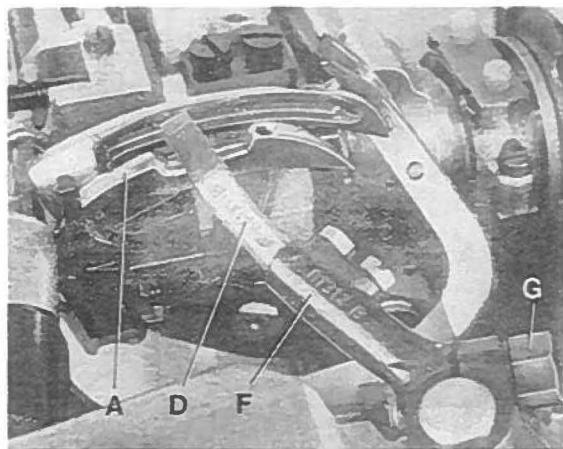
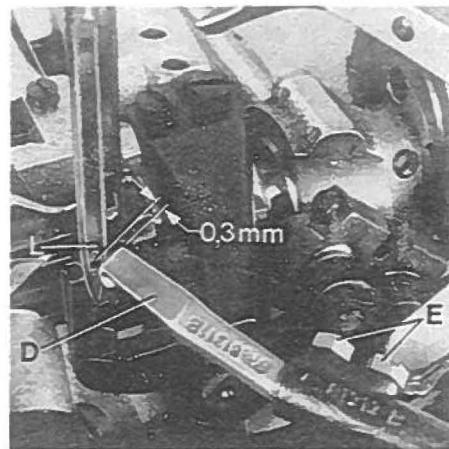

Fig.14
Fig.15
When rotating the handwheel in sewing direction cross looper (O, Fig. 14) should swing as close as possible in the recess behind the eye over the double locked stitch looper (A) without contacting it.
At the left end of its swing motion cross looper (O, Fig. 15) must be positioned so that the left needle (L) securely stitches into the thread loop hanging around the hook of cross looper (D). In front of the left needle the cross looper should pass in a distance of 0,3 mm (.012 in.) (see Fig. 15).
Beim Drehen des Handrades in Nährichtung soll der Quergreifer (D, Fig. 14) so dicht wie möglich in der Aussparung hinter dem Ohr über den Doppelkettenstichgreifer (A) schwenken, ohne diesen zu berühren. Am linken Ende seiner Schwenkbewegung muß der Quergreifer (D, Fig. 15) so stehen, daß die linke Nadel (L) sicher in die um den Haken des Quergreifers (D) hängende Fadenschleife einsteicht. Vor der linken Nadel soll der Quergreifer in einem Abstand von 0,3 mm vorbeischwenken (siehe Fig. 15).
After loosening the two screws (E, Fig. 15) the 0.3 mm (.012 in.) distance to the left needle is adjustable. Retighten screws on the flat of the cross looper shank.
After loosening clamp screw (G, Fig. 14) cross looper lever (F) can be raised or lowered for setting the height of cross looper (D) with respect to the double locked stitch looper (A) and it can be tilted to the right or left for adjusting the swing motion of the cross with respect to the left needle. Retighten clamp screw.
Nach lösen der beiden Schrauben (E, Fig. 15) kann der 0,3 mm Abstand zur linken Nadel eingestellt werden. Ziehen Sie die Schrauben wieder auf der Befestigungsfläche des Quergreiferschaftes fest.
Nach lösen der Klemmschraube (G, Fig. 14) kann der Quergreiferhebel (F) nach oben oder unten verschoben werden, um die Höhe des Quergreifers (D) zum Doppelkettenstichgreifer (A) einzustellen und nach rechts oder links geschwenkt werden um die Schwenkbewegung des Quergreifers im Bezug zur linken Nadel einzustellen. Ziehen Sie die Klemmschraube wieder fest.